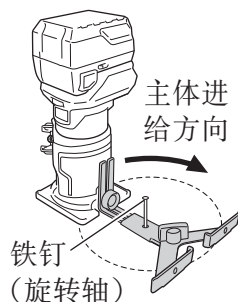

图 26
- (3) 工具安装方式与直线加工相同。
- (4) 将直导轨的孔对准圆形加工的中心位置，并用直径小于 6mm 的铁钉作为旋转轴牢牢固定。将主体向右旋转。(图 26)